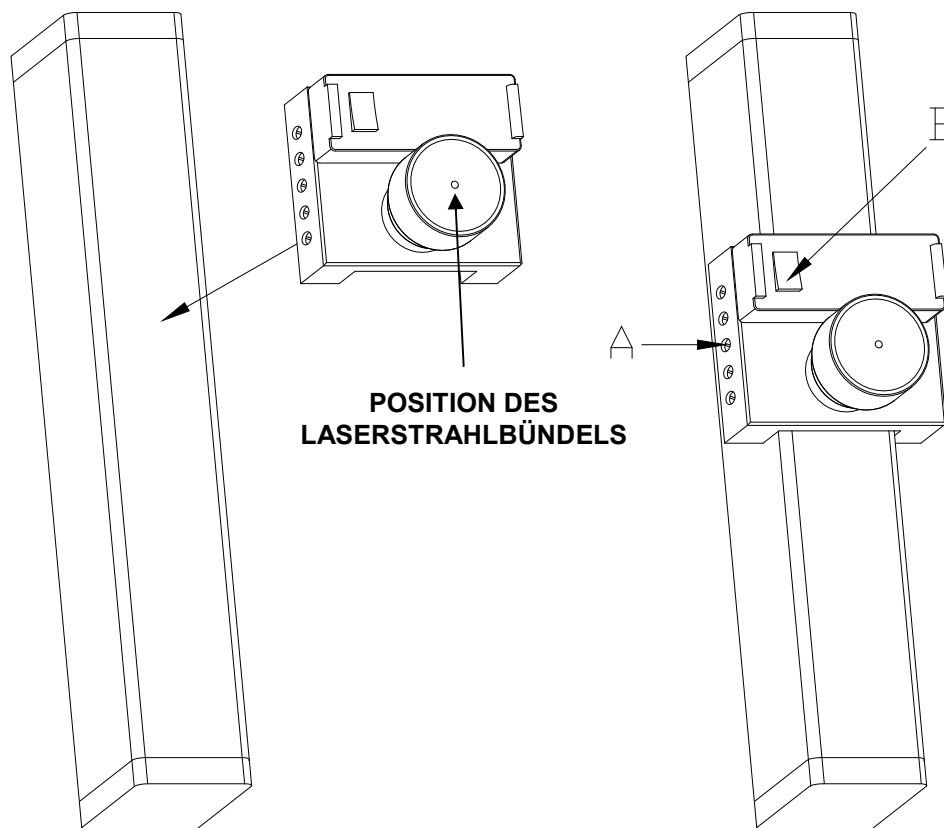

Abb. 1
- Das LAD3 entlang der Vertikalachse von der Seite des optischen Fensters her am Sender befestigen (sh. Abb. 1). Von der korrekten Verbindung zwischen dem Gerät und den Lichtschranken hängt das Ergebnis der Ausrichtung ab.
- Das Gerät über den ON/OFF-Schalter einschalten (Abb. 1, Detail B).
- Wenn das Gerät nicht auf dem Schranke hängen, auf den fünf Gewindestiften auf der Seite des Geräts handeln (siehe Detail A in Abb. 1).